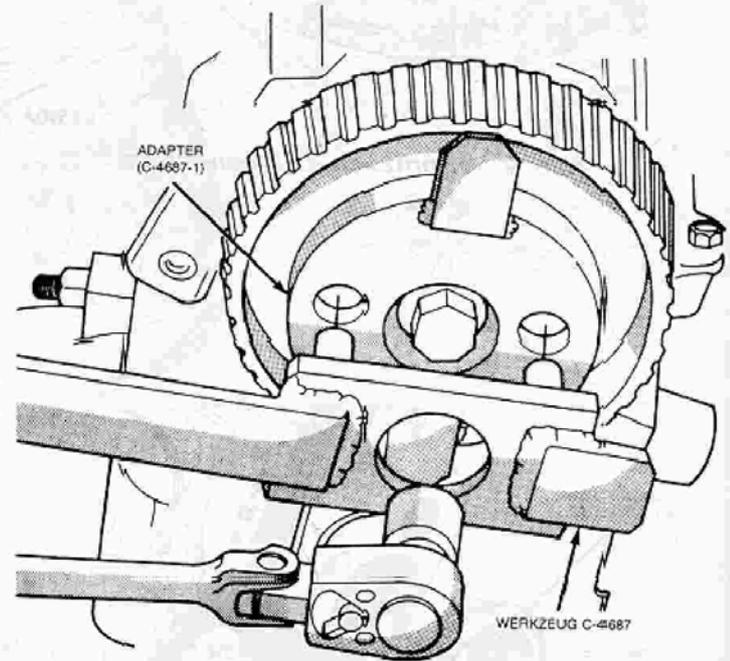

Abb. 9 - Aus-/Einbau der Befestigungsschraube der Nockenwellen- oder Zwischenwellen-Antriebszahnrad
(1) Beim Aus-/Einbau der Schraube ist Werkzeug C-5687 (mit Adapter C-4687-1) zum Festhalten des Antriebszahnrades zu verwenden (Abb. 9).